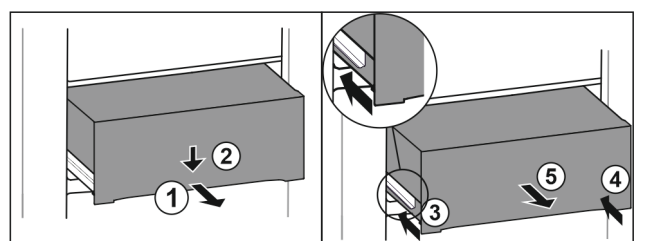

Fig. 151
- ▶ Lade er half uittrekken. Fig. 151 (1)
- ▶ Schuiflade aan de voorzijde omlaag drukken. Fig. 151 (2)
- ▶ Linker rail ca. 2 cm inschuiven. Fig. 151 (3)
- ▶ Rechter rail ca. 2 cm inschuiven. Fig. 151 (4)
- ▶ Lade naar voren toe verwijderen. Fig. 151 (5)